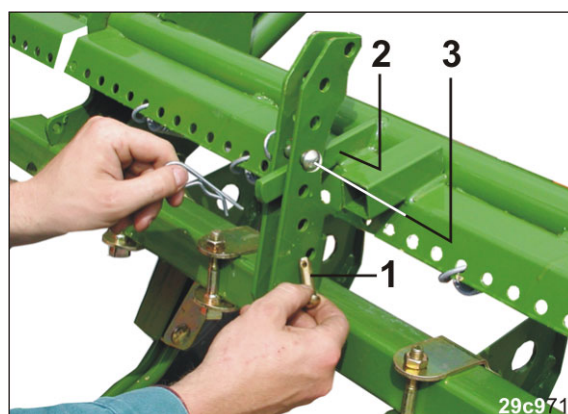

Fig. 193
- 1.3 Sæt en bolt (Fig. 193/3) i en boring over armen (Fig. 193/2), og sørg for at sikre den med en fjedersplit.
- 2.3 Sæt bolten (Fig. 193/1) i en boring under armen (Fig. 193/2), og sørg for at sikre den med en fjedersplit.